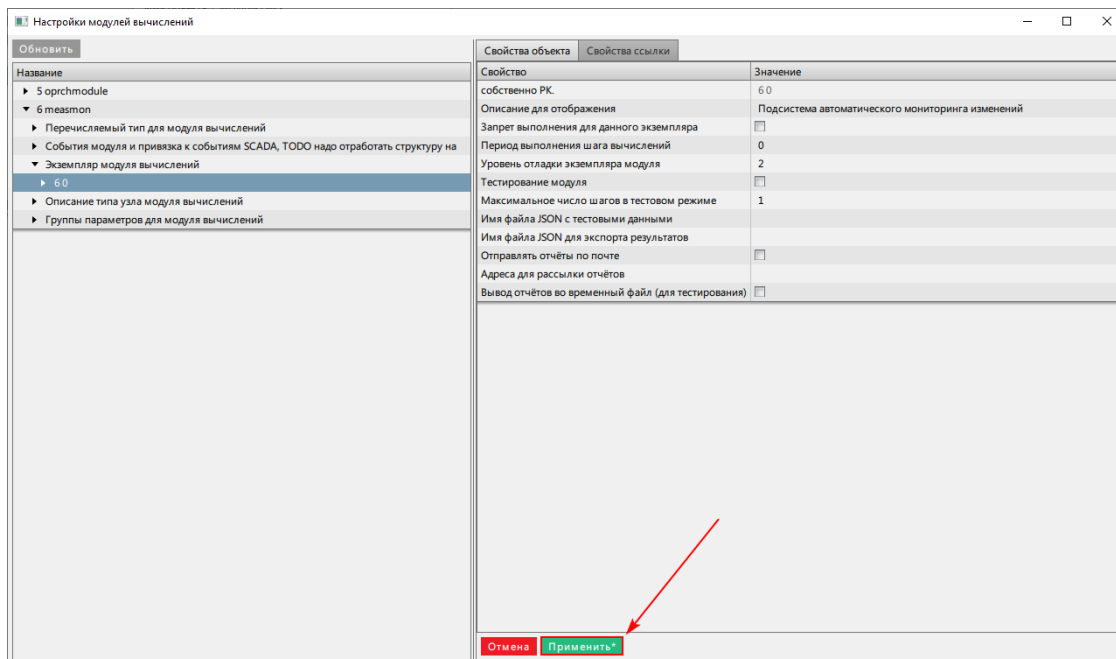

Рисунок 428 - Сохранение изменений
7. Нажмите **Применить** (Рисунок 428).